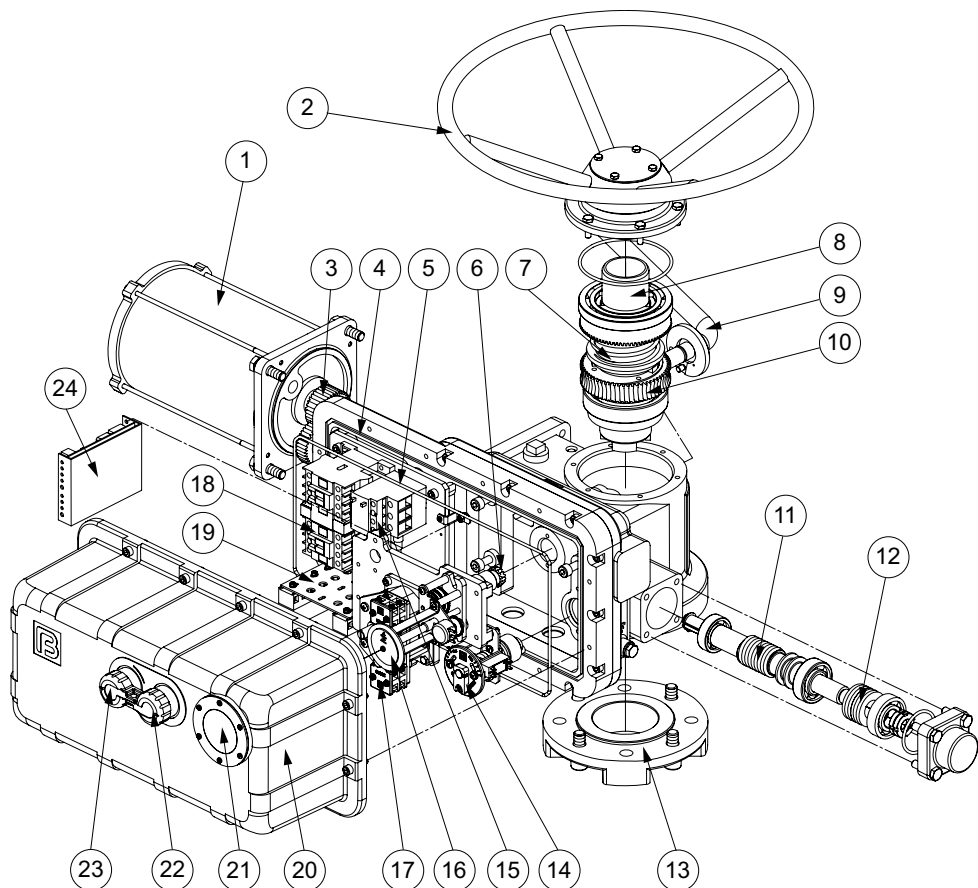
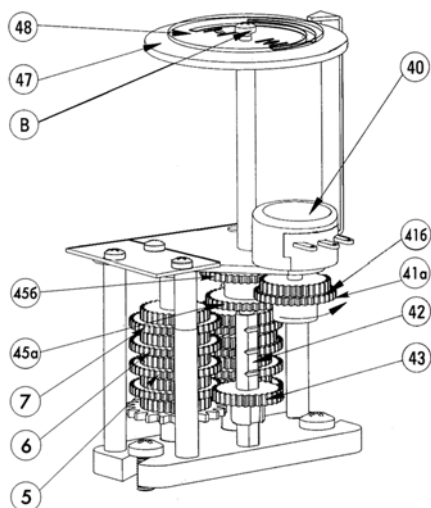

Рис. 1 Интегрированные электроприводы серии ГЗ-А, ГЗ-Б КСК
Рис. 4 Индикатор положения затвора арматуры
2.1 Электроприводы серии ГЗ-А и ГЗ-Б КСК (рис. 1)
Двухсторонняя муфта ограничения крутящего момента (6) (рис. 1) состоит из червячного вала, сбалансированного по осевым перемещениям тарельчатыми пружинами и ограничителя крутящего момента с пластиной С (рис 3).
Индикатор положения затвора арматуры (8) (рис. 1) состоит из набора установочных шестерен, потенциометра (40) (рис. 4), регулируемых дисков с указателем положения затвора (47, 48). На стержне (42) имеется 4 зубчатых зацепления, позволяющих фиксировать шестерню (43), для трехступенчатой индикации положения затвора арматуры.
Вращение от электродвигателя (10) (рис.1) через прямозубую цилиндрическую шестерню передаётся на червячный редуктор, который обеспечивает вращательное движение выходного вала и через кулачковую муфту преобразуется в поступательное движение штока затвора арматуры.
Индикатор положения затвора арматуры (8) (рис. 1) механически связан с валом ограничителя хода выходного вала. После надлежащей настройки указания индикатора соответствуют определенным положениям затвора арматуры независимо от режима работы электропривода – ручного или электрического.
При пуске электропривода вращение от электродвигателя (10) (рис. 1) передается выходному валу через прямозубую цилиндрическую шестерню, червячный вал и червячное колесо. Через переходный вал вращение также передается на ограничитель хода выходного вала (7) и индикатор положения затвора арматуры (8), что позволяет автоматически выключаться электродвигателю при достижении электроприводом заданных параметров.